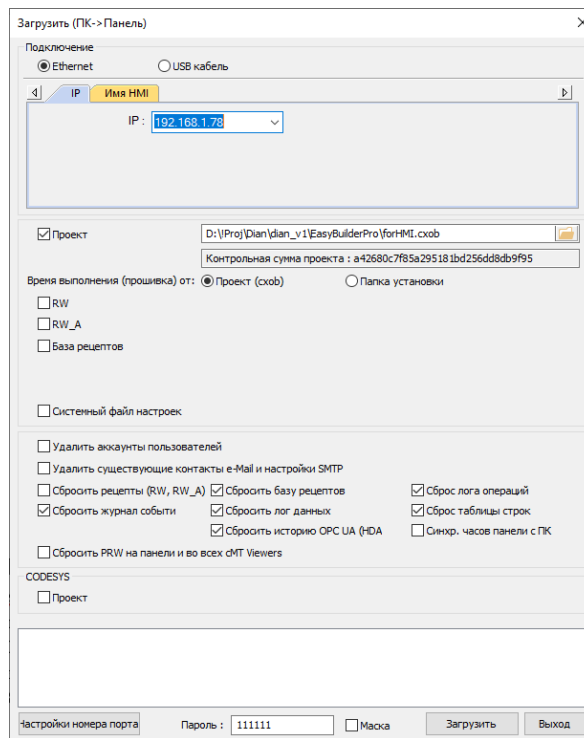

Рисунок 4.27 – Настройки окна «Загрузить (ПК->Панель)» ПО Utility Manger
16. Установить значения в полях: «Сбросить журнал событий», «Сбросить базу рецепторов», «Сбросить лог данных», «Сбросить историю OPS UA (HDA)», «Сброс лога операций», «Сброс таблицы строк», «Синхр. часов панели с ПК». Ввести пароль в поле «Пароль:» (по умолчанию 111111 (рисунок 4.27).